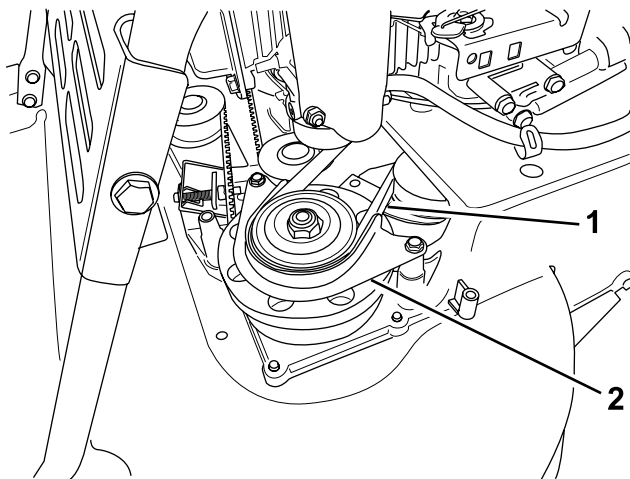

Figure 44
7. Déposez la protection de la courroie du BBC (Figure 44).